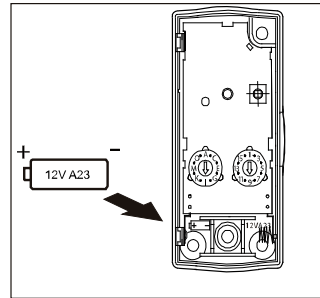

Fig. 6
4. Eine 12-V-Batterie (A23) einsetzen und auf richtige Polarität achten, um die Beschädigung des Türlockensenders 23-750 zu vermeiden. Abb. 6